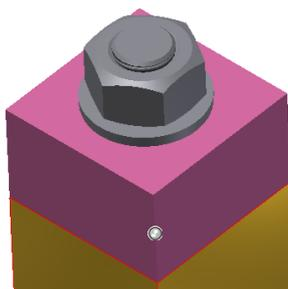

Рис. 4.32. Размещение гайки
14. Разместите гайку так чтобы, подсветилась верхняя кромка отверстия шайбы и щелкните ЛКМ. В окне «Авторазмещение» нажмите кнопку , а затем клавишу «Esc» для завершения вставки (рис. 4.32). Сохраните созданную модель под именем «Соединение шпилькой».